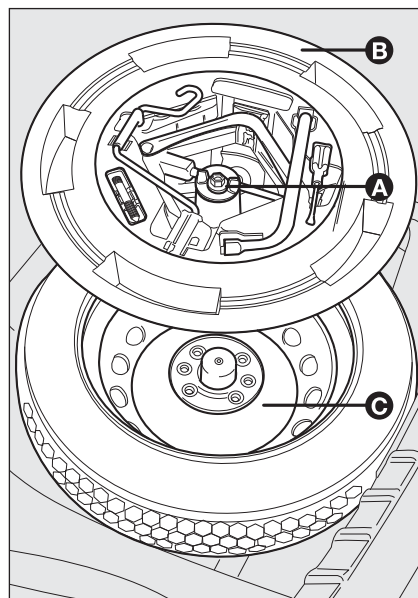

fig. 10
- svitare il dispositivo di bloccaggio **A-fig. 10**;
- prelevare il contenitore attrezzi **B-fig. 10** e portarlo accanto alla ruota da sostituire;
- prelevare il ruotino di scorta **C-fig. 10**;